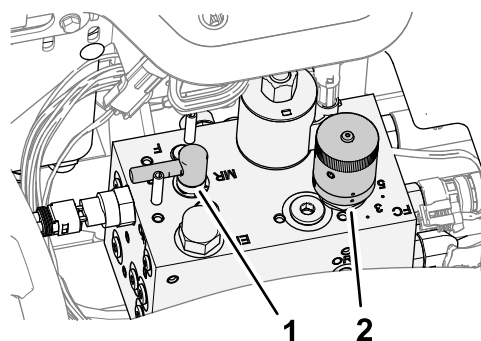

Рисунок 88
4. Установите рычаг заточки обратным вращением в положение R (заточка обратным вращением) (Рисунок 88).